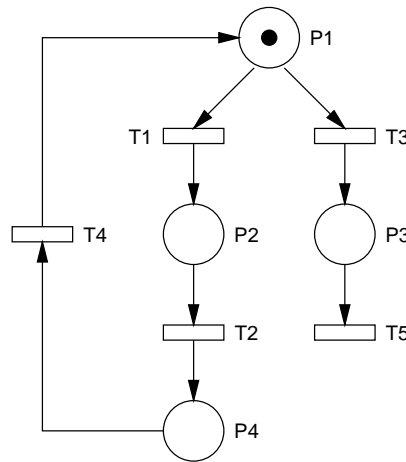

Figura 6: Rede de Petri com um ciclo.
6. Alocação/compartilhamento de recursos: a aplicação típica desse tipo de interação é o mecanismo de exclusão mútua entre processos através de semáforos. Na figura 6, *Recurso* representa o recurso único compartilhado por dois processos concorrentes P_3 e P_5 . P_2 é um lugar de espera de recurso antes de começar o processamento em P_3 , que é uma atividade dependente do *Recurso*. **Observe que a não existência do lugar de espera P_2 implicaria num bloqueio do fim da atividade P_1 até que o recurso estivesse disponível.**